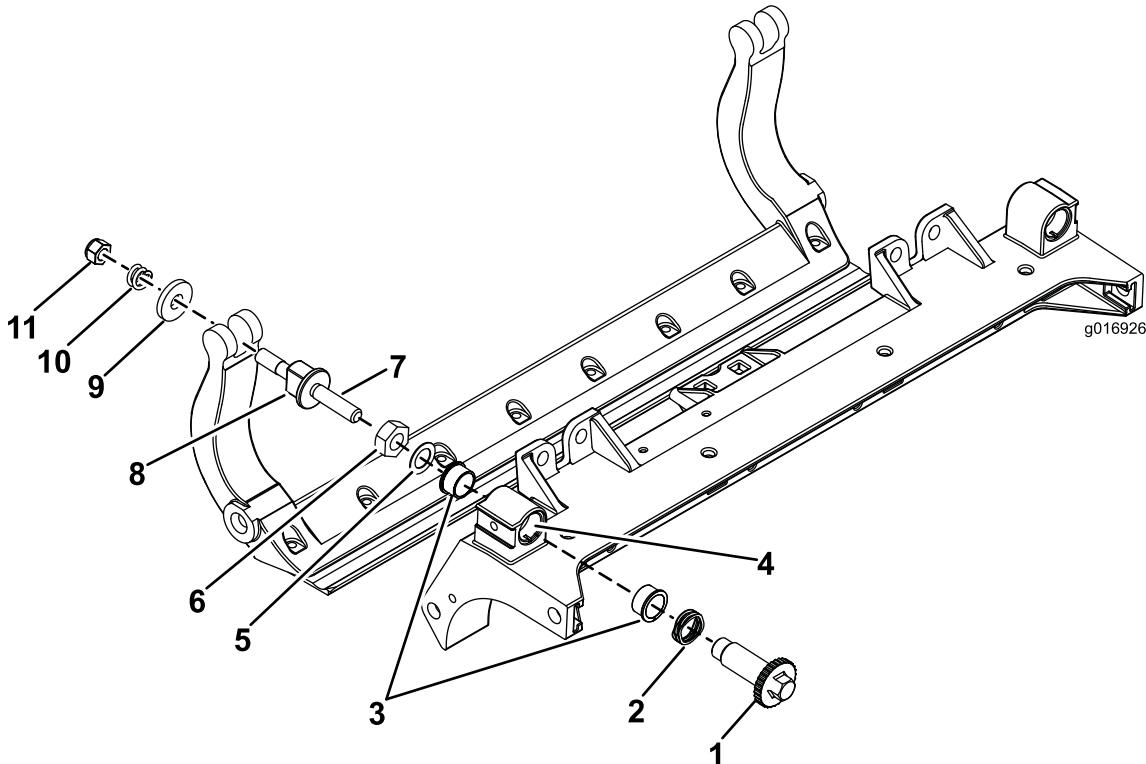

Figura 28
- Retire todas las piezas (consulte las *Instrucciones de instalación* del Kit HD DPA y la Figura 28).
- Aplique antigripante al interior del alojamiento de los casquillos del bastidor central de la unidad de corte (Figura 28).
- Alinee los salientes de los casquillos con brida con las ranuras del bastidor, e instale los casquillos (Figura 28).
- Instale una arandela ondulada sobre el eje del ajustador e introduzca el eje del ajustador en los casquillos con brida del bastidor de la unidad de corte (Figura 28).
- Sujete el eje del ajustador con una arandela plana y una contratuerca (Figura 28).
- Coloque una arandela de acero por fuera de cada arandela de nylon (Figura 28).
- Las arandelas del interior pueden tener cierta holgura (Figura 28).
- Apriete la tuerca de cada ajustador de la barra de asiento hasta que el muelle de compresión esté comprimido del todo, luego afloje la tuerca 1/2 vuelta (Figura 28).